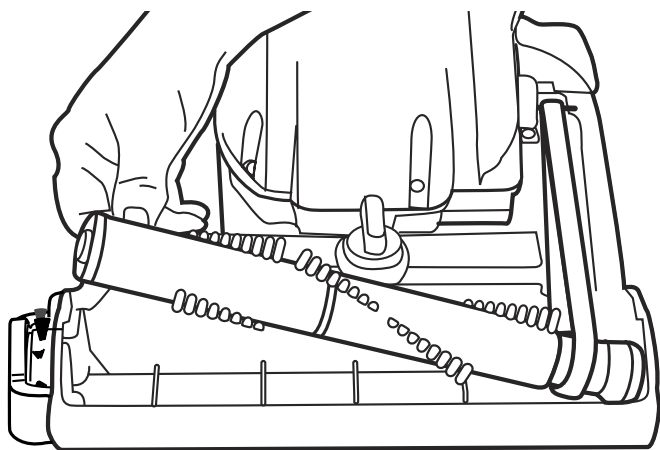

FIG. 32
- Step 3:** Remove the hood from the cleaner and check for a blockage in the brushroll area (FIG. 32). Make sure the hose inlet is clear. **If no blockage is found, continue to step 4.** After the blockage is found and cleared, replace the hood on the cleaner.
Étape 3 : Enlever le capot de l'aspirateur et vérifier pour un blocage au niveau du rouleau-brosse (FIG. 32). S'assurer que l'arrivée du tuyau soit dégagée. **S'il n'y a aucune obstruction, continuer à l'étape 4.** Après avoir trouvé et enlevé l'obstruction, remettez le capot sur l'aspirateur.
Paso 3: Quite la tapa de la base de la aspiradora y revise para ver si hay alguna obstrucción en el área del cepillo circular (FIG. 32). Asegúrese de que la entrada de la manguera no está obstruida. **Si no encuentra ninguna obstrucción, siga al paso 4.** Después de encontrar y sacar la obstrucción, vuelva a colocar la tapa en la aspiradora.